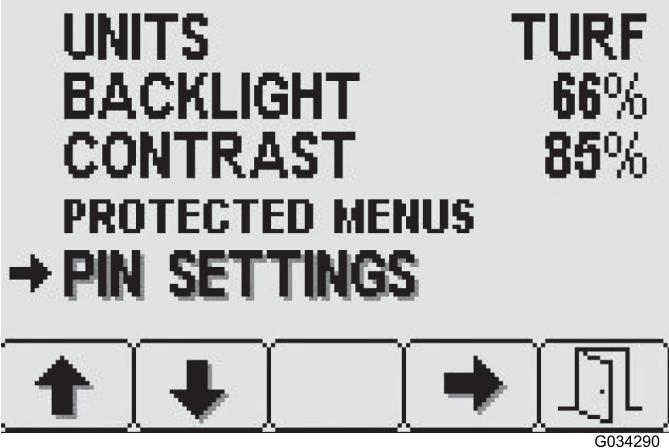

图14
1. 按下 Display (显示) 设置屏幕上的 2 号按钮直至到达各个 PIN Settings (PIN 设置)，然后按 4 号按钮选择 PIN Settings (PIN 设置) (图14)。